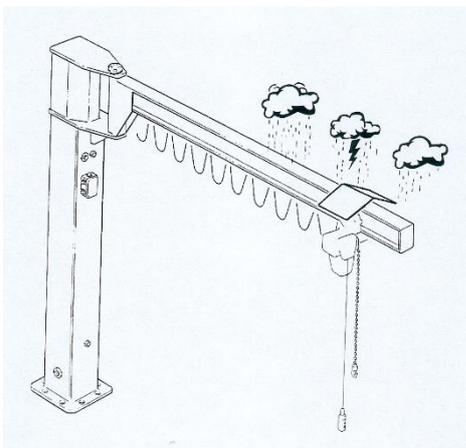

fig.58
- **utilisation à l'extérieur:** les potences peuvent être exposés aux éléments pendant et après utilisation. Les éléments de levage et de translation doivent être fournis avec une protection IP55, il est également recommandé de protéger palan et chariot avec des capotages (fig. 58). Pour éviter l'oxydation des éléments structurels il faut des traitements appropriés et lubrifier les mécanismes de rotation. Utilisation des potences en extérieur est autorisée en l'absence de conditions météorologiques exceptionnelles, qui peuvent provoquer des mouvements involontaire de la charge, telles que de fortes pluies, neige, vent fort orage, etc.